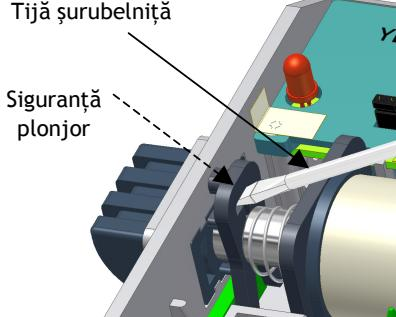

Fig. 4.1
Pe teren sunt cazuri în care este necesară rotirea cu 180° a plonjorului. Construcția yalei permite acest lucru foarte ușor, conform pașilor prezenți mai jos și studiind Fig. 4.1, 4.2 și 4.3:
1. Se scoate cu o șurubelnită cu cap lat siguranța plonjor (din material plastic) - Fig. 4.1.